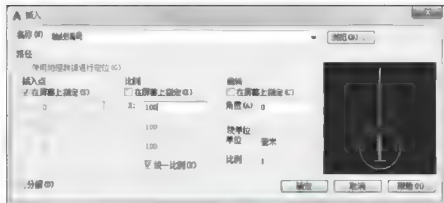

图 3.110 设置【插入】对话框
(1) 执行【插入块】命令(快捷键 I), 弹出【插入】对话框。如图 3.110 所示设置对话框, 单击【确定】按钮, 关闭对话框。